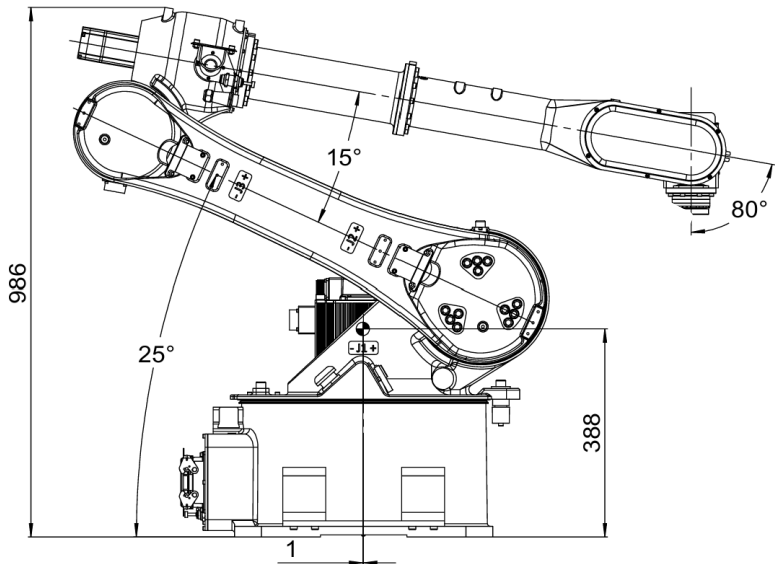

图 9-5 AIR20-2000C&AIR12-2000C-HI 系列操作机搬运位姿图
- 肘部负载质心位置需位于图 9-5 所示安装螺钉 150mmx80mm 区域内部。
AIR20-2000C&AIR12-2000C-HI 系列操作机搬运时一至六轴姿态如表 9-1 和图 9-5 所示。